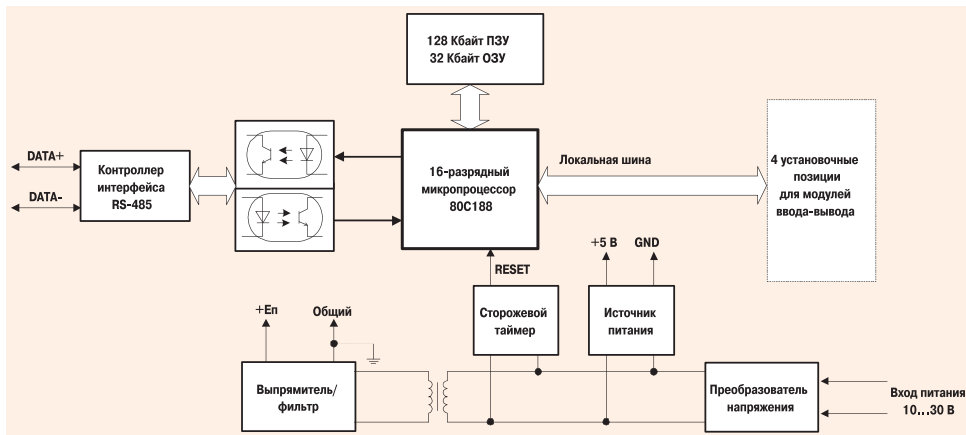

Рис. 15. Структурная схема блока процессора ADAM-5000
- Трехуровневая гальваническая изоляция. Структурная схема блока процессора приведена на рис. 15. Первый уровень обеспечивает гальваническую изоляцию цепей питания процессора, второй — изоляцию между процессором и приемо-передатчиком интерфейса последовательной связи. Каждый модуль ввода/вывода также имеет гальванически изолированный выход на локальную магистраль блока процессора. Напряжение изоляции приемо-передатчика составляет 2500 В. Для остальных уровней изоляции данный параметр равен 3000 В. Присвоение сетевого адреса модулям ADAM-4000 выполняется программным способом, что не всегда удобно. Контроллеры серии ADAM-5000 оснащены